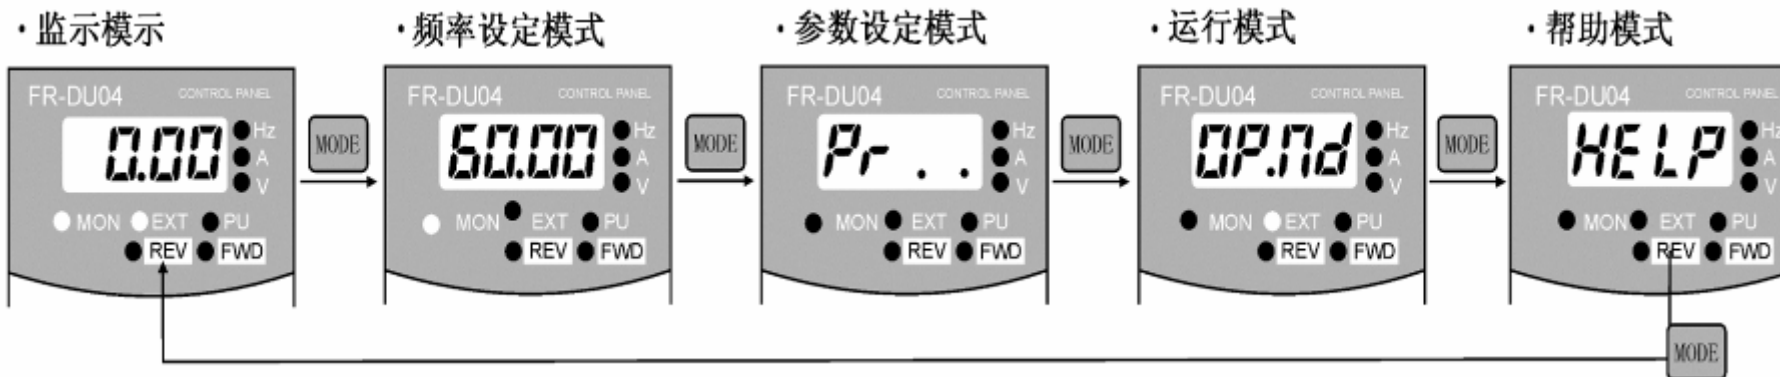

图9-5 改变PU显示模式的操作
(1) **PU显示模式**，在**PU模式**下，按**MODE**键可改变**PU显示模式**，其操作如图9-5所示。